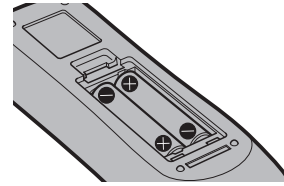

Fig. 2
2) **Inserire le batterie e chiudere il coperchio (inserire prima il lato \ominus). (Fig. 2)**